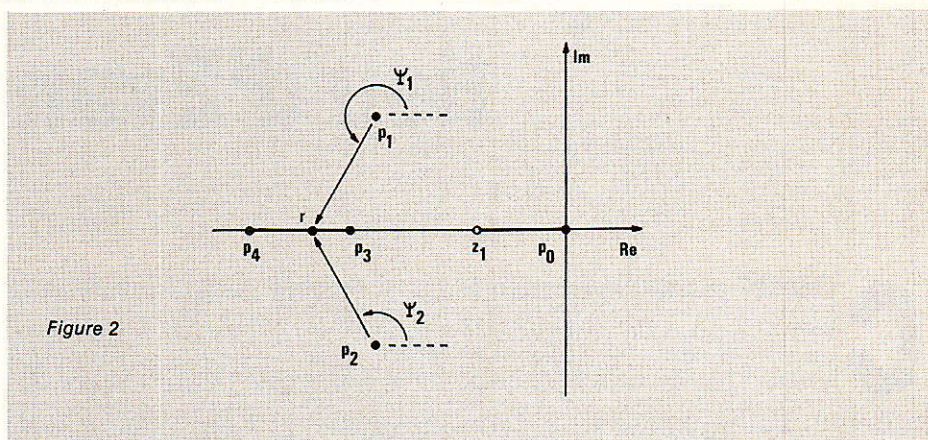
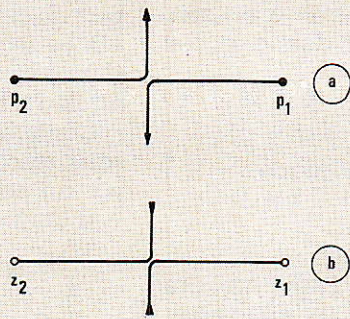

Figure 2
Figure 4
Lorsque les racines sont complexes, elles sont deux à deux imaginaires conjuguées, et, dans l'expression (4), leurs arguments s'annulent. Les pôles et les zéros situés sur l'axe réel, doivent alors introduire un déphasage de π (figure 2). Par conséquent :
Dans la figure 2, c'est le cas des segments $p_0 z_1$ (un pôle p_0 laissé à droite) et $p_3 p_4$ (deux pôles p_0, p_3 et un zéro z_1 laissés à droite).
Revenons à l'exemple de la figure 2, où deux pôles, p_3 et p_4 , se suivent sur l'axe des réels, sans interposition de zéro. D'après l'affirmation du paragraphe précédent, le segment $p_3 p_4$ ne peut constituer une portion du lieu d'Evans. Il existe alors, entre ces deux pôles (comme entre deux zéros voisins), un point de cassure : les deux racines réelles de l'équation caractéristique s'y réunissent en une seule, avant de se séparer en deux racines imaginaires conjuguées. Les figures 4 a et 4 b, où les flèches symbolisent le sens des k croissants, illustrent ce comportement.